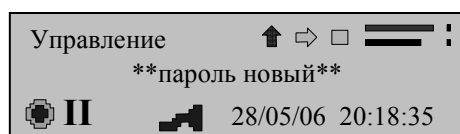
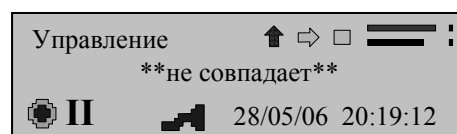

Рисунок 24
Рисунок 25
- при верно введённом пароле прибор сообщит об успешном изменении пароля (рисунок 24), при неверно введённом пароле прибор сообщит об ошибке и перейдёт к началу подпункта (рисунок 25).